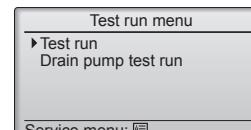

Fig. 7-2
- Seleccione "Test run" (Testar funcio.) no menu Teste de funcionamento e prima o botão [OK]. (Fig. 7-2)